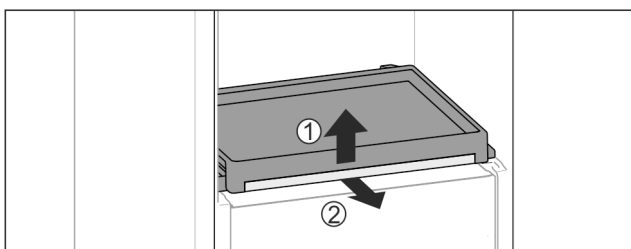

Fig. 60
- ▶ Vyberte vyťahovaciu poličku so sklenenou doskou: Vpredu zľahka nadvihnite sklenú dosku Fig. 60 (1) a vytiahnite ju smerom dopredu Fig. 60 (2).